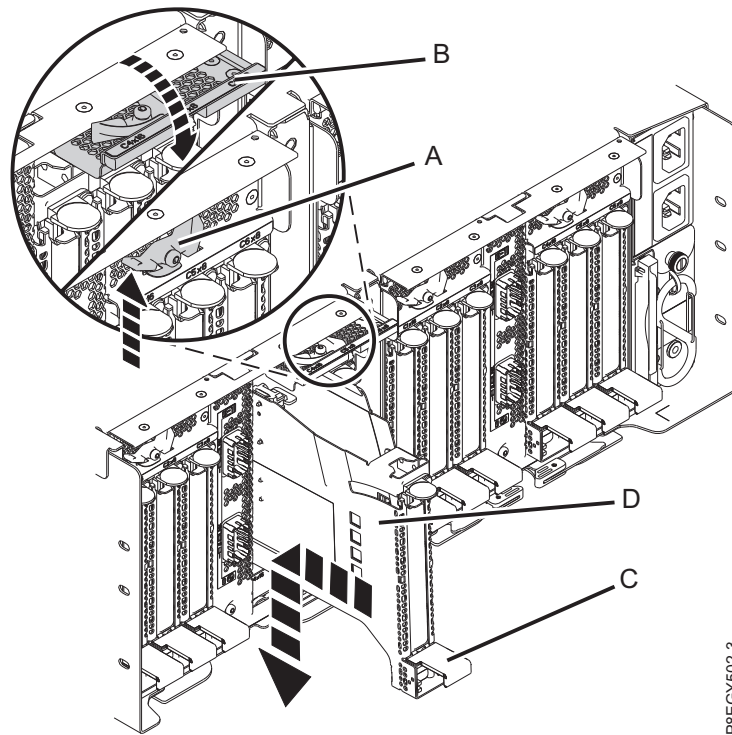

Abbildung 90. PCIe-Adapterkassette im Einschub für PCIe3-Erweiterungen installieren
- b. Fassen Sie die Adapterkassette **(D)** vorsichtig an der oberen Kante an und richten Sie die Adapterkassette an dem Steckplatz aus. Siehe Abb. 90 auf Seite 87.
- d. Wenn die PCIe-Adapterkassette **(D)** vollständig in den Steckplatz geschoben ist, drücken Sie den Kassettengriff **(C)** nach unten, um die Adapterkassette **(D)** in ihrem Anschluss zu verriegeln. Siehe Abb. 90 auf Seite 87.
- e. Drehen Sie die Verriegelungsklappe **(B)** nach unten und drücken Sie sie in die geschlossene Position (siehe Abb. 90 auf Seite 87). Der Verriegelungshebel **(A)** rastet automatisch ein.